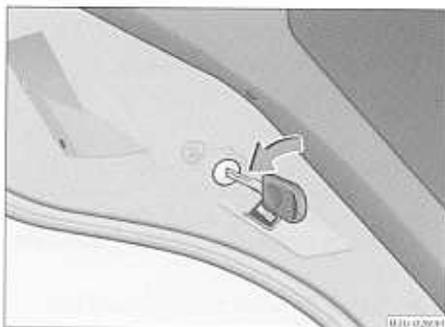

Fig. 21 Seguro para niños en las puertas traseras
- Girar con la llave del vehículo la ranura de la puerta trasera en el sentido de la flecha ⇒ fig. 21.